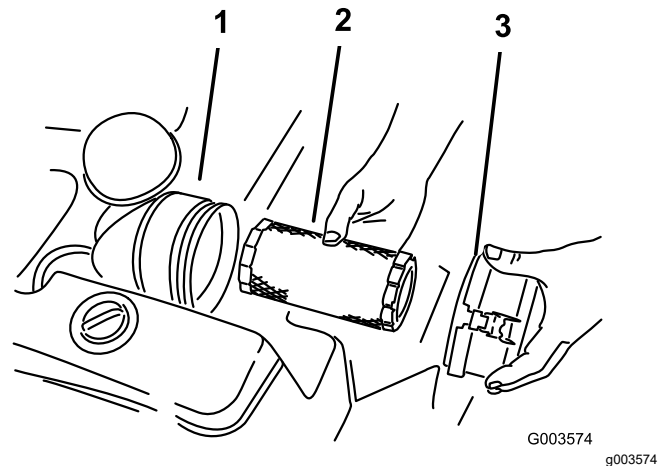

Figura 2
4. Scoatei capacul filtrului de aer i filtrul (Figura 2).